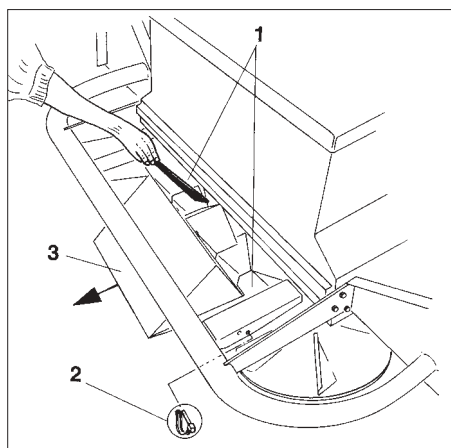

Рис. 7.19
Распределяемый материал может застревать в воронкообразном спусковом лотке и сужать выходные отверстия (рис. 7.19/1). Оптимальная картина распределения достигается только в том случае, если оба выходных отверстия чистые. Поэтому, перед каждым пуском разбрасывателя в эксплуатацию, проверьте, а по мере необходимости очистите выходные отверстия следующим образом:
- Выньте два откидных штекера (рис. 7.19/2), оттяните воронкообразный спусковой лоток, как можно дальше назад, пока не станут видны выходные отверстия (рис. 7.19/1).
- Верните воронкообразный спусковой лоток в исходное положение и зафиксируйте при помощи двух откидных штекеров (рис. 7.19/2), как описано на странице 7-11.